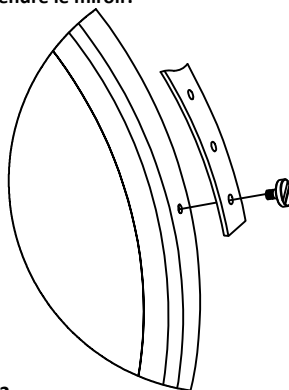

Fig 2
- 4) Fixez la sangle décorative sur le côté du cadre du miroir à l'aide des boulons fournis, voir Fig 2. Veuillez noter que cette sangle n'est pas destinée à être utilisée comme fixation de support de poids.